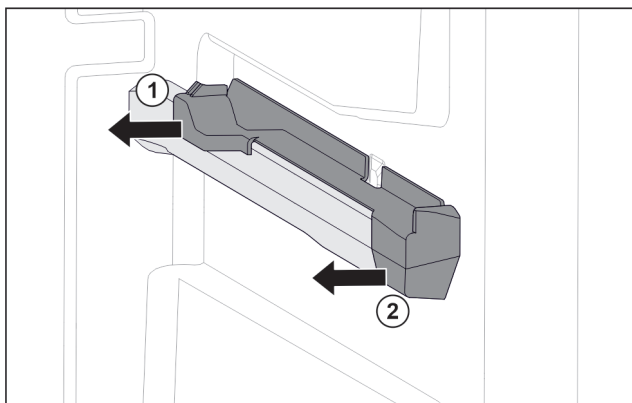

Fig. 77 Piesă de fixare pe nervura din dreapta a recipientului
- ▶ Scoateți piesa de fixare din spate în lateral. Fig. 77 (1)
- ▶ Scoateți piesa de fixare din față în lateral. Fig. 77 (2)